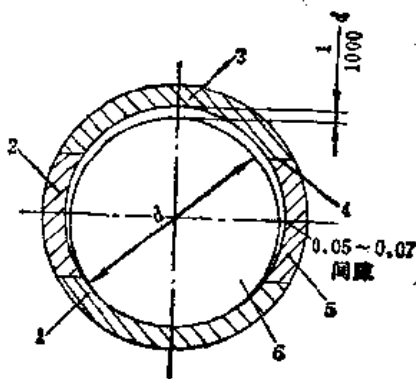

图 13-4-5 曲轴瓦
1) 采用曲轴瓦的泵, 其曲轴瓦如图 13-4-5 所示, 由 4 块组成, 其中一块侧瓦为可调整的。刮瓦前先将曲轴用油石磨光, 修补巴氏合金, 然后用轴径与瓦配研修刮。刮瓦时要保证曲轴的水平度要求, 刮好后, 涂色检查, 轴径与轴瓦承受负荷部分的接触弧面不小于  $60^\circ$ , 接触面积不小于接触弧面的 70%, 且接触点均匀。轴瓦与瓦座应紧密贴合, 接触面积不小于接触弧面的 60%, 接触点要分布均匀, 在侧瓦 1/2 高度处检查, 间隙应在  $0.05 \sim 0.07 \text{ mm}$  范围内, 上瓦顶部间隙为曲轴颈直径  $1/1000$  左右, 曲轴中心与十字头滑道中心的垂直度允差为  $0.2/1000$ 。